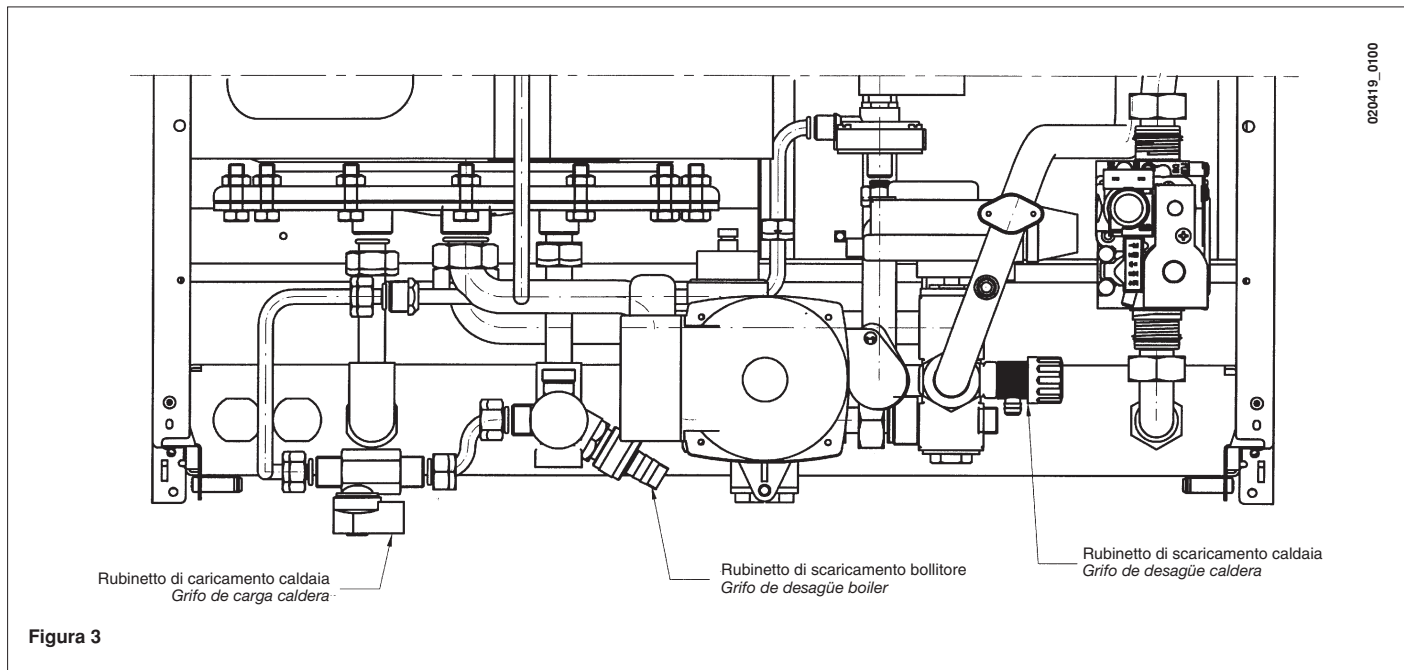

Figura 3
Importante: Verificare periodicamente che la pressione, letta sul manometro (14), ad impianto freddo, sia di 0,5 - 1 bar. In caso di sovrappressione agire sul rubinetto di scarico caldaia. Nel caso sia inferiore agire sul rubinetto di caricamento della caldaia (figura 3).
Importante: Controlar periódicamente que la presión, leída en el manómetro (14), con instalación fría, sea 0,5 - 1 bar. En caso de sobrepresión obrar sobre el grifo de desagüe caldera. Si es inferior, obrar sobre el grifo de carga de la caldera (figura 3).